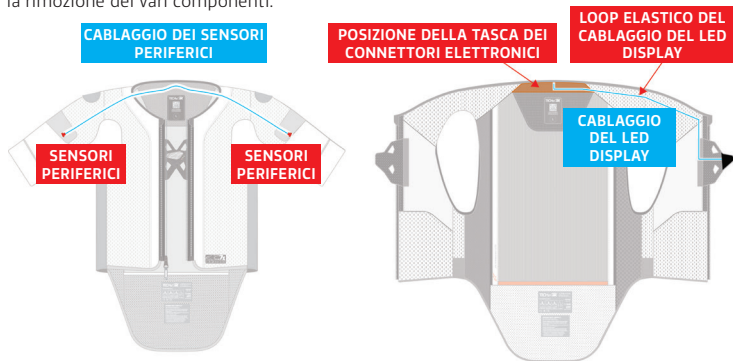

Figura 15: Posizione dei componenti elettronici sullo strato di base del Sistema (1);
2. Staccare i componenti elettronici. Rimuovere i vari componenti elettronici (compreso il LED display (2) e i sensori periferici) separandoli dallo strato di base (1) (Figura 15). Per rimuovere il LED display (2), aprire il velcro situato sotto il flap frontale (3) e far passare delicatamente il LED display (2) attraverso l'apertura dell'indumento. Quando si rimuove il LED display (2), fare attenzione a far passare la scheda elettronica a LED attraverso l'anello elastico (situato nella zona delle spalle) che serve per il corretto posizionamento del cavo. Per rimuovere i sensori periferici, accedere internamente alla zona della spalla, aprire il velcro ed estrarre i sensori dalle rispettive tasche. Infine, accedere alla tasca all'interno della zona superiore della schiena e aprire il velcro molto ampiamente, in modo da non ostacolare la rimozione dei vari componenti.